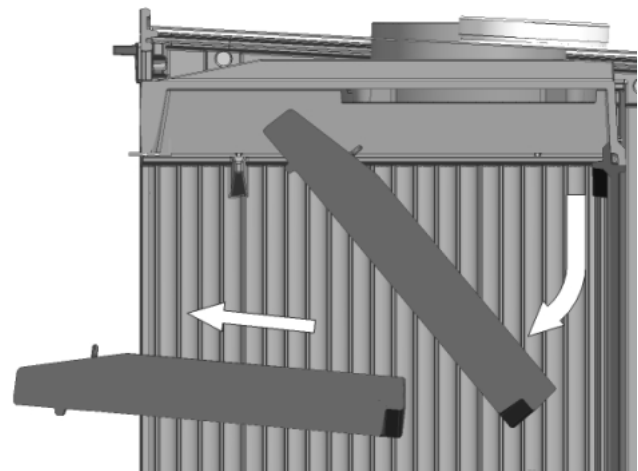

Fig. 2
1. Extraer el cajón de cenicero "A" (Fig. 1 y fig. 2).
B – Indinar y desplazar el deflector hacia abajo quedando libre la pieza (Fig.2).
- g) Mantenga alejado cualquier material combustible (muebles, cortinas, ropas, etc.), a una distancia mínima de seguridad de 0,90m. (Fig.2)